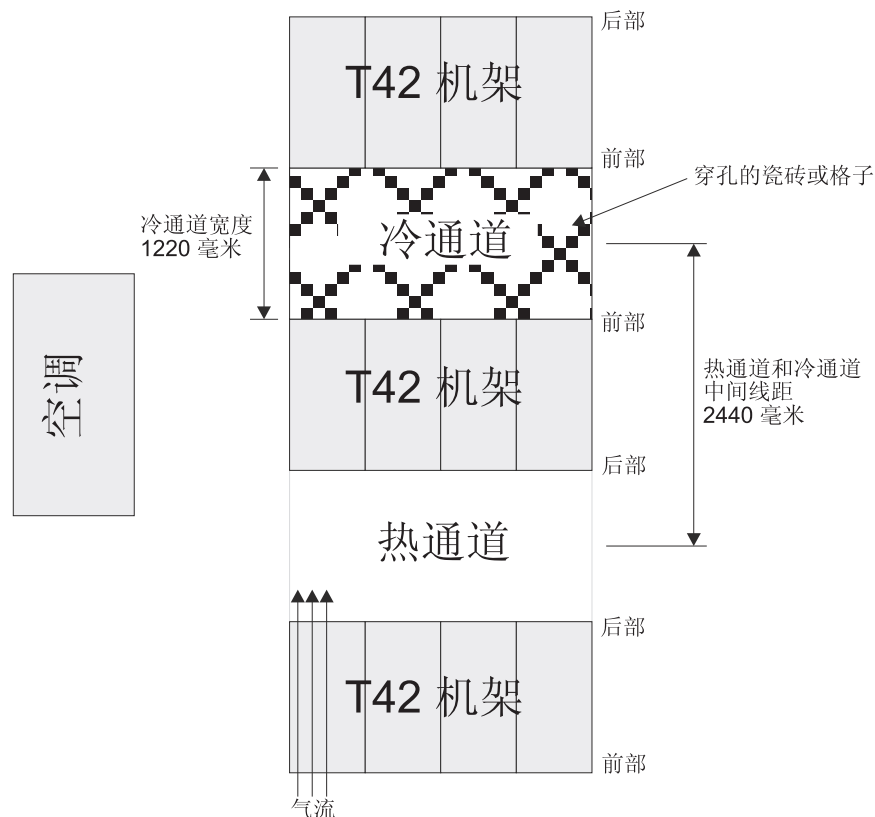

图 15. 冷通道/热通道机架配置示例
- 空气从机架前部进入，后部流出。为防止流出机架的空气进入其他设备的进风口，必须将机架隔排放置并且前部与前部相对，后部与后部相对。这种排列方式被称为冷通道/热通道，如图 15 中所示。